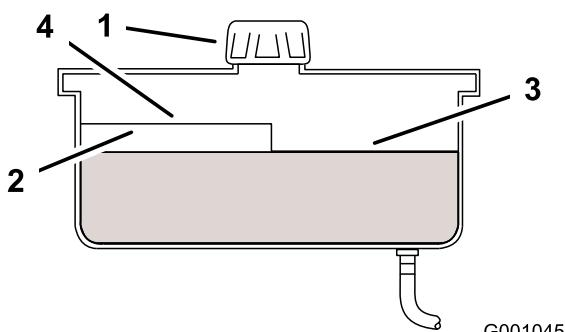

Figure 60
4. Nettoyez la surface autour du bouchon et du goulot de remplissage du réservoir hydraulique (Figure 60).
5. Retirez le bouchon du goulot de remplissage. et vérifiez si le réservoir contient du liquide. (Figure 60)
- Remarque:** Lorsque l'huile est chaude, elle doit atteindre le haut du repère "à chaud" sur le déflecteur (Figure 60).